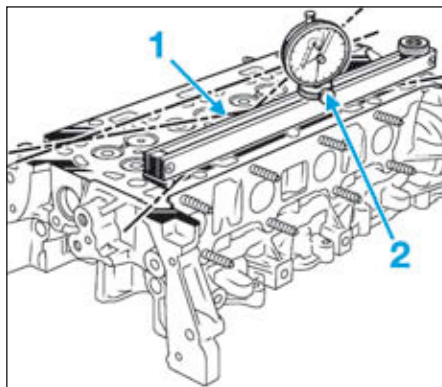

FIG.42
• Contrôler à l'aide d'une règle (1) (Fig.42) et d'un ensemble «support comparateur - comparateur» (2) la planéité du plan de joint de culasse. Le défaut de planéité ne doit pas excéder 0,05 mm. Le cas échéant, remplacer la culasse car celle-ci n'est pas rectifiable.